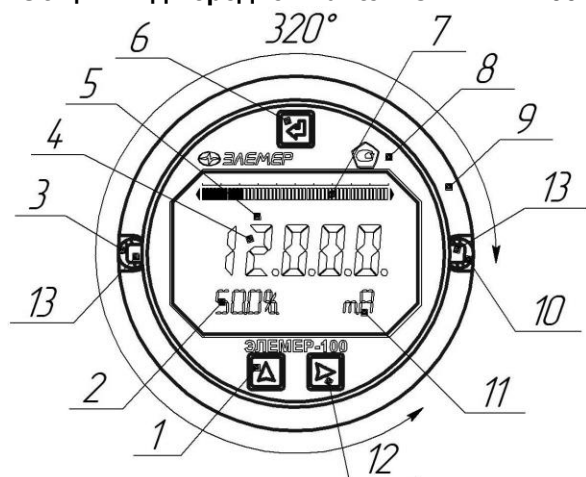

Рисунок 2.2
2.3.1.3. Модуль ЖК-индикатора может быть повернут относительно микропроцессорного модуля на угол 320°(см. рисунок 2.2).
2.3.1.4. На лицевой стороне модуля индикации расположены (см. рисунок 2.2):
2.3.2.1. Информация, возникающая в процессе работы датчика, отображается на многофункциональном ЖК-индикаторе, содержащем следующие поля индикации (см. рисунок 2.2):
2.3.3.2. Кнопки «», «», «» для работы с меню расположены на лицевой панели (см. рисунок 2.2) и на наружном блоке управления (см. рисунок 2.1). Кнопка «» подстройки (корректировки) «нуля» расположена на наружном блоке управления.